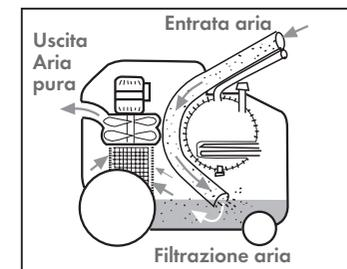

Fig. 6
Versando nel serbatoio di recupero (I) 2,5 litri di acqua, l'aria viene filtrata e le impurità (polvere, germi ecc.) trattenute nel serbatoio (I). (Fig. 6)